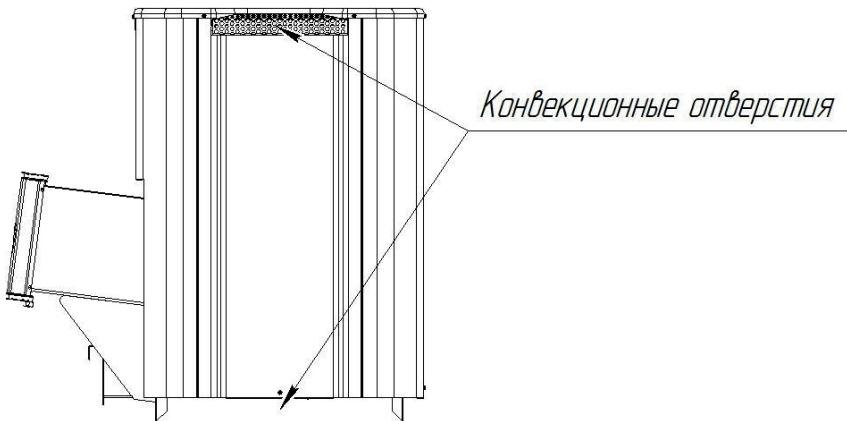

Рисунок 4 - Расположение конвекционных отверстий
**ВНИМАНИЕ!** Запрещается перекрывать конвекционные отверстия в нижней и верхней части печи или затруднять конвекцию любым другим способом (рисунок 4).